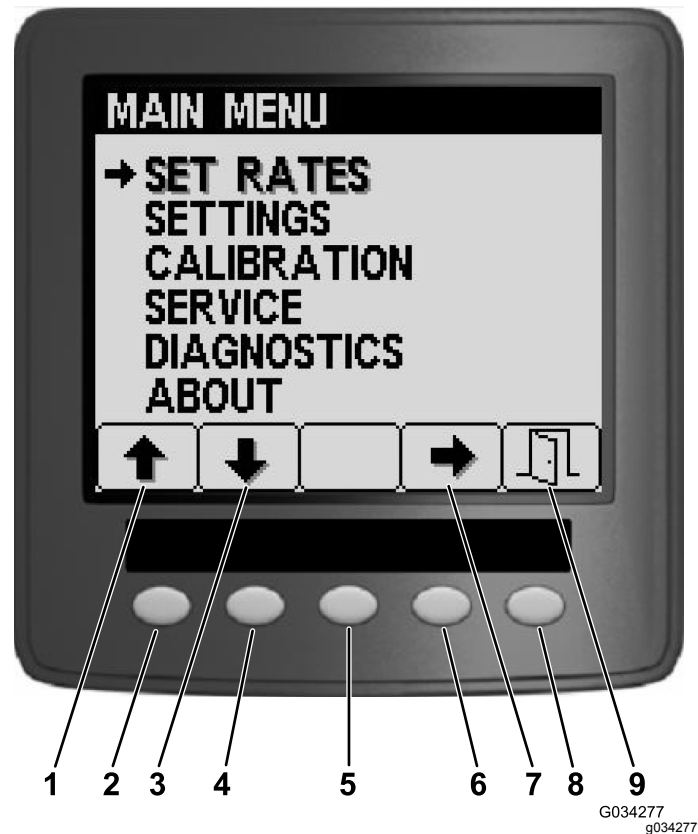
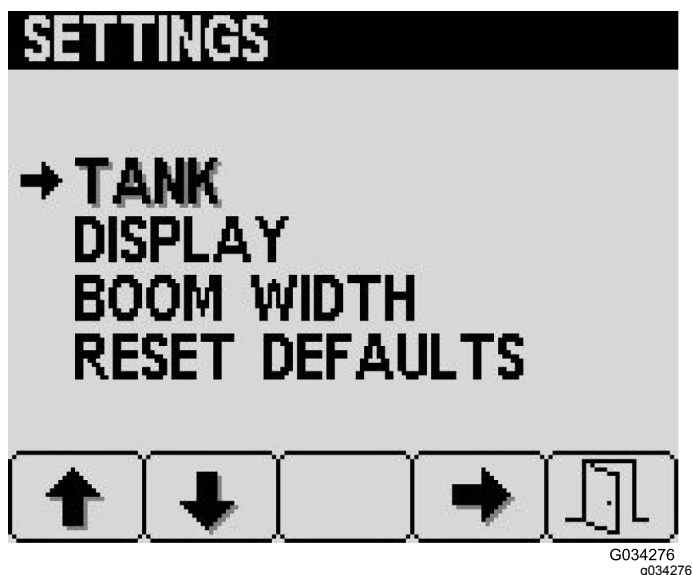

Figure 16
Figure 19
Dans l'écran Menu principal, vous pouvez accéder aux écrans Configuration des débits, Réglages, Étalonnage, Entretien, Diagnostics et À propos (Figure 16).
Pour ouvrir l'écran Débits programmés, appuyez sur le bouton 2 dans l'écran Menu Principal (Figure 16) jusqu'à ce l'option Configuration des débits soit atteinte, puis appuyez sur le bouton 4 pour sélectionner cette option (Figure 17).
Pour ouvrir l'écran Réglages, appuyez sur le bouton 2 de l'écran Menu principal (Figure 16) jusqu'à ce que l'option Réglages soit atteinte, et appuyez sur le bouton 4 pour la sélectionner (Figure 19).
1. Appuyez sur le bouton 4 de l'écran Réglages pour sélectionner les réglages de la cuve (Figure 19).
1. Appuyez sur le bouton 2 de l'écran menu Réglages jusqu'à atteindre l'option Affichage, puis appuyez sur le bouton 4 pour sélectionner Affichage (Figure 19).
Les réglages de largeur de rampe sont pré-remplis à l'usine de production (Figure 19).